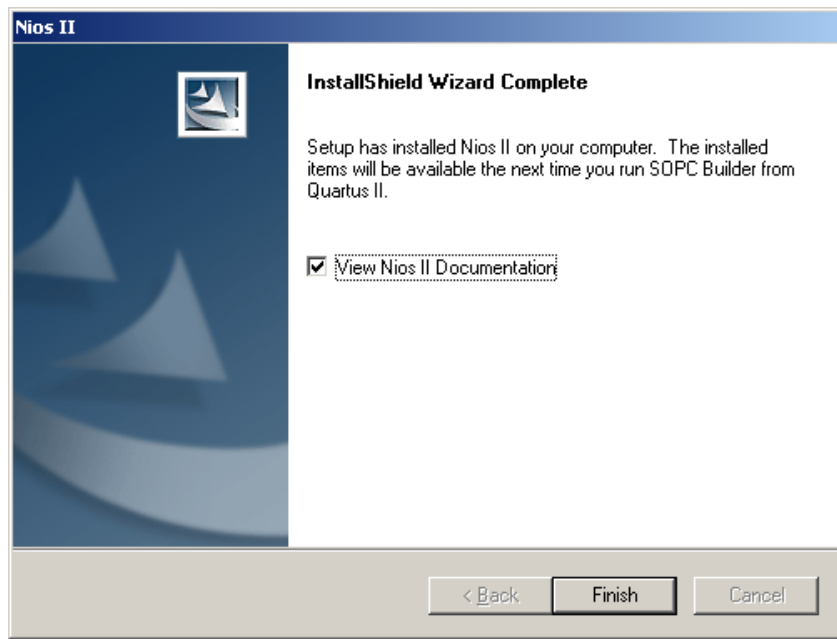

图 3-27 安装向导
(7) 设定好后，点击 NEXT 进行 NiosII Evaluation Edition 的安装。当安装进度条完成安装后出现如图 3-27 所示对话框，点击 Finish 后，整个 NiosII 的安装过程基本结束。